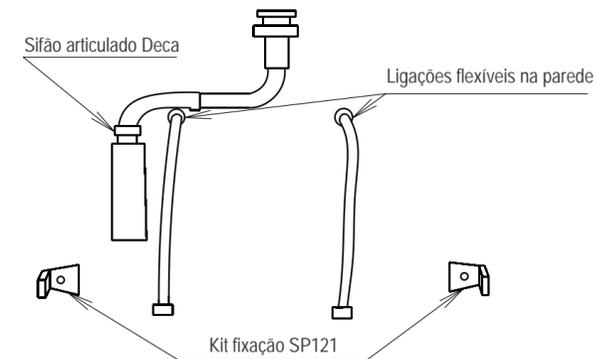

Fig. 5
- 5 Rosquear as ligações flexíveis primeiro na parede junto com o sifão articulado recomendado. (fig 5)